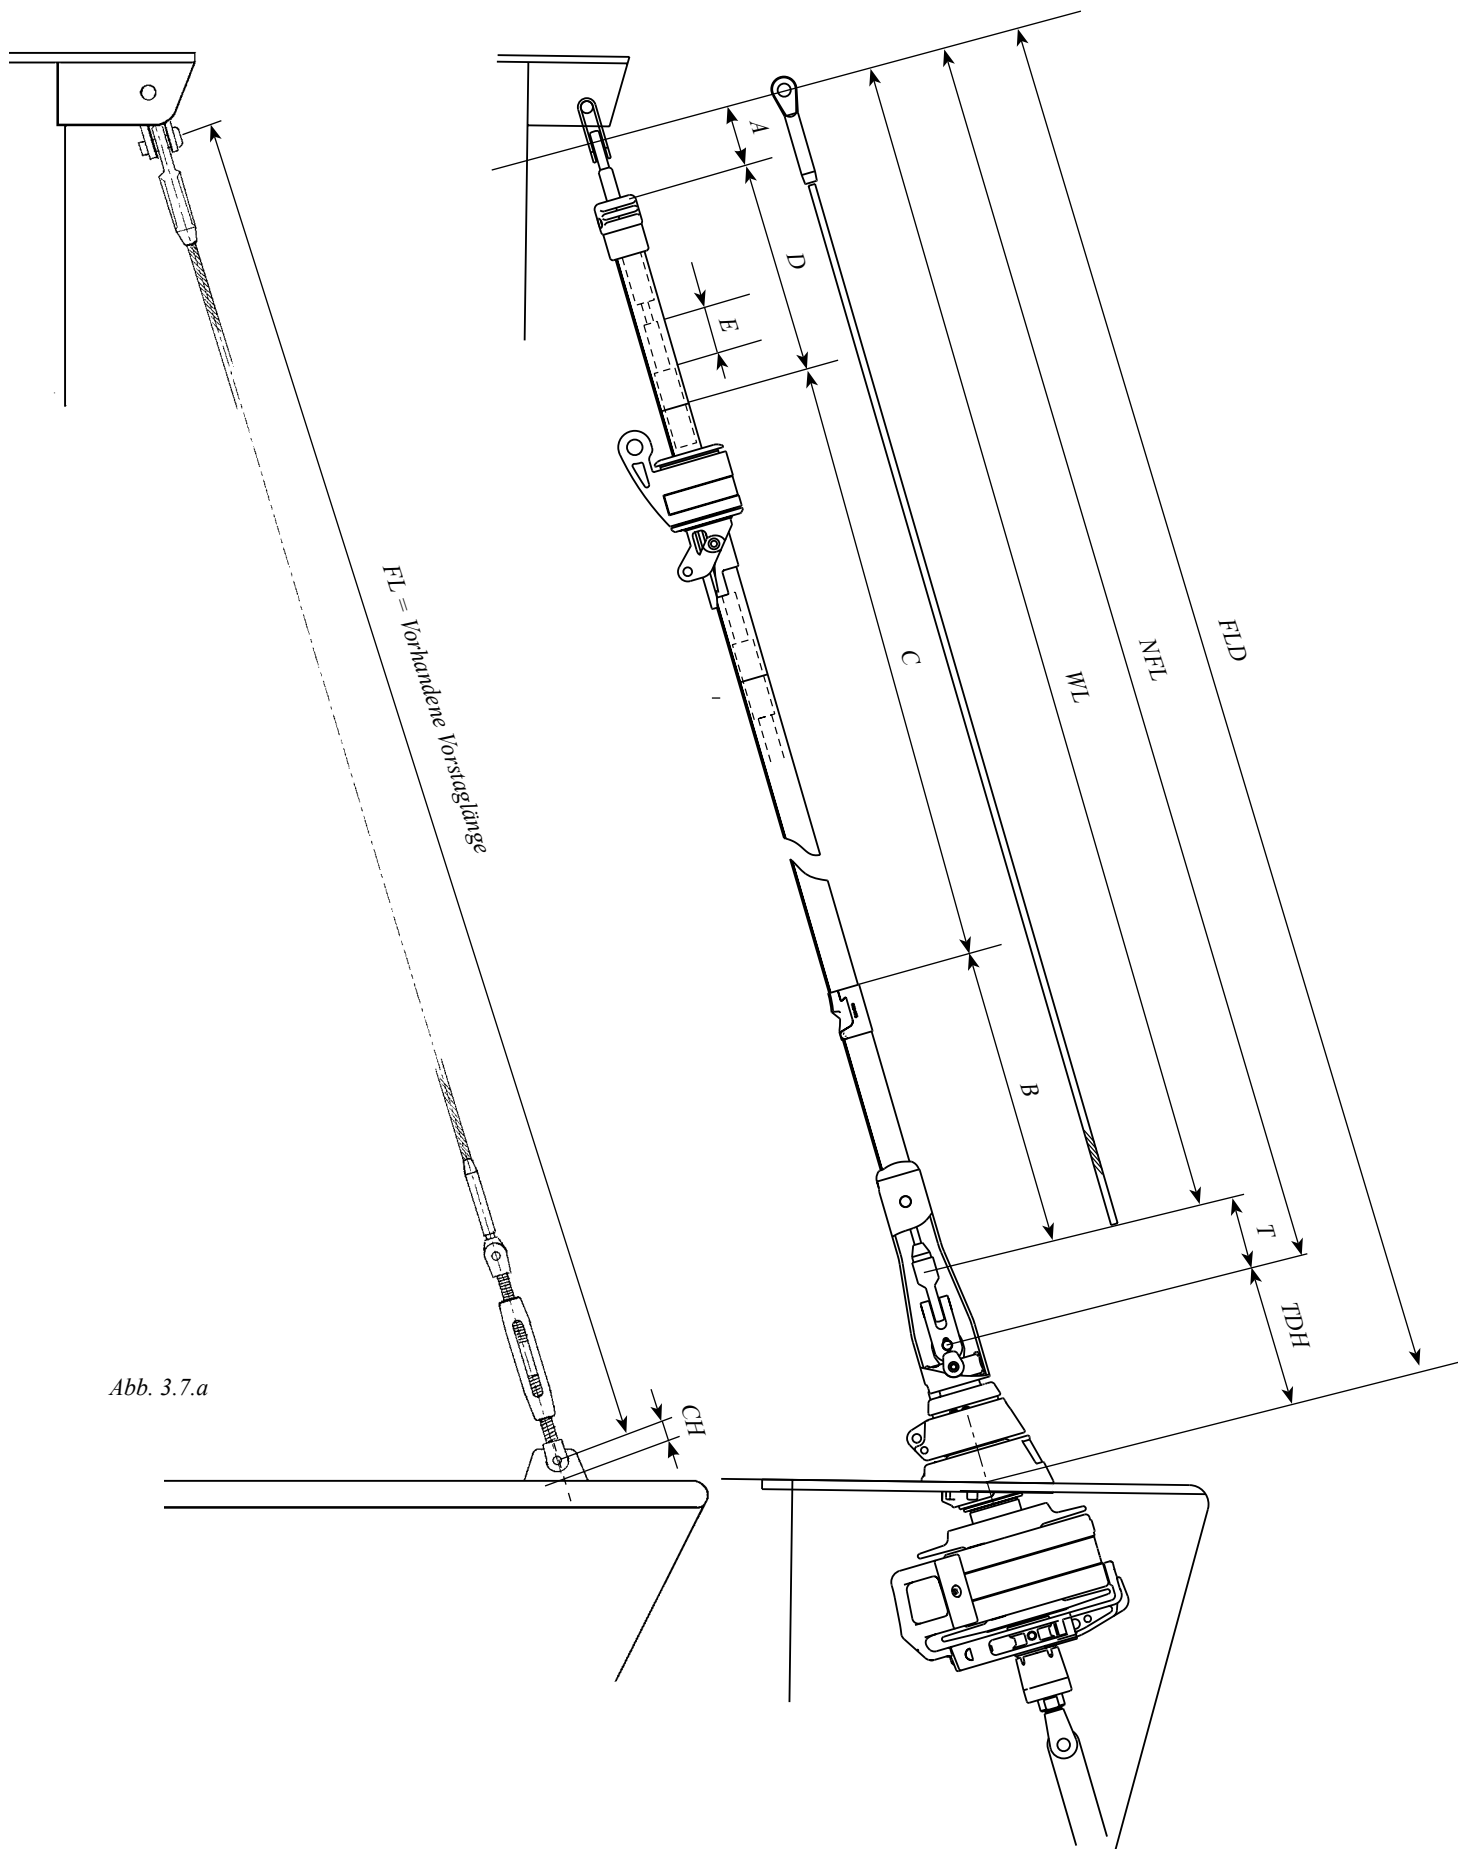

Abb. 3.7.a
<ol style="list-style-type: none"> 1. Legen Sie den Vorstagwinkel fest. Machen Sie eine genaue, großflächige Zeichnung mit den Details im Bereich Ankerkasten, Vorsteven, Deck und Pütting (Siehe Abb. 3.5.c). 2. Stellen Sie mit Hilfe dieser Zeichnung eine Schablone her. 3. Legen Sie diese Schablone mittig an die Unterseite des Decks und schieben Sie diese so an das Pütting, dass die Vorderseite der Schablone die Einlaufposition des Vorstages darstellt. Markieren Sie die obere Position unter Deck und bohren Sie dort ein Loch mit einem 6,5 mm Bohrer durch Deck. <p data-bbox="252 869 363 898">Abb. 3.5.c</p> 	<ol style="list-style-type: none"> 1. Stellen Sie eine Schablone mit dem Vorstagwinkel (FA) über Deck her (Siehe Abb. 3.5.c) 2. Prüfen Sie mit dieser Schablone auch den Vorstagwinkel unter Deck (CSA). 3. Wenn Vorstagwinkel über Deck und unter Deck gleich sind, ist das Pütting an Deck korrekt montiert. Wenn das nicht der Fall ist, muß der Winkel FA an Deck auch auf den Winkel unter Deck übertragen werden, um damit den Mittelpunkt für den Decksdurchbruch zu finden. Dazu halten Sie die Schablone mittig unter Deck und schieben sie so, dass die Vorkante mit dem Vorstagwinkel auf die Bohrung mittig im Stevenpütting zeigt. Zeichnen Sie in dieser Stellung an der Unterseite des Decks den Durchbruchpunkt an und bohren Sie, wenn bei montiertem Deckspütting möglich, mit einem 6,5 mm Bohrer von unten durch. 4. Nehmen Sie das vorhandene Vorstag ab. Dabei fieren Sie zuerst das Achterstag. Ziehen Sie mit einem Genuafall den Masttop nach vorn. Verwenden Sie für das Anschlagen des Falls an einem kräftigen Decksbeschlag (z.B. Klampe) einen kräftigen D-Schäkel oder einen sicheren Knoten. Verwenden Sie aus Sicherheitsgründen keinen Schnappschäkel. ACHTUNG: Um die genaue Vorstaglänge abmessen zu können, verstellen Sie auf keinen Fall einen eventuell vorhandenen Spanner am alten Vorstag! 5. Nehmen Sie das alte Vorstag ab. Messen Sie die Länge von der Bolzen-Bohrung im Deckspütting bis zur Oberfläche Deck (Siehe Abb. 3.7.a). Tragen Sie dieses Maß in die Tabelle 3.6.1 ein. 6. Entfernen Sie das Deckspütting. 7. Zeichnen Sie an der Unterseite des Decks eine Mittellinie in Längsrichtung und prüfen damit, ob die unter 3. angebrachte Markierung mittig ist. 8. Bohren Sie mit einem 6,5 mm Bohrer den Mittelpunkt für den Decksdurchbruch.